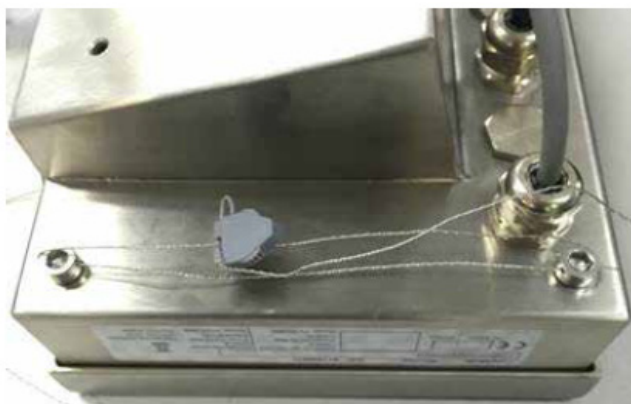

Figura 2-15: Método de sellado
Los detalles del sello de plomo del IND256x se muestran en la Figura 2-15. El procedimiento es como sigue:
2. Pase el alambre de sellado a través de dos pernos de sellado adyacentes y luego fije el retenedor del sello como se muestra en la Figura 2-15.